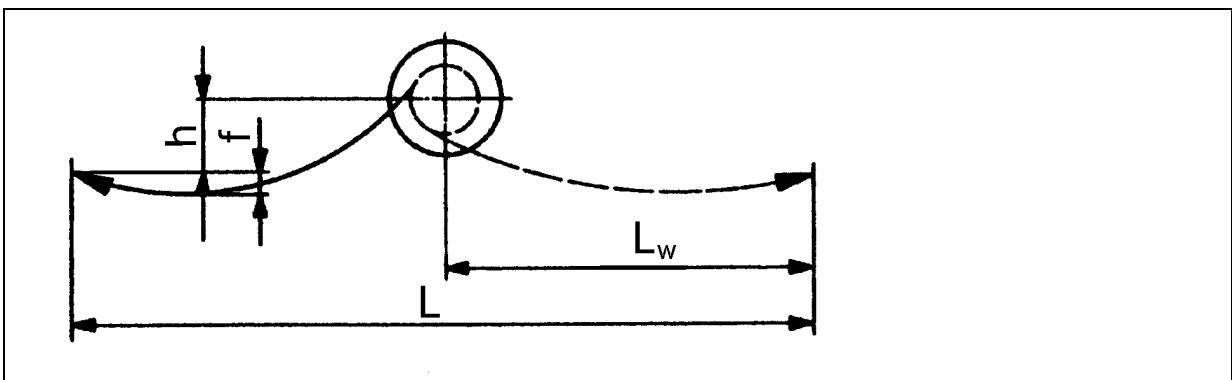

Bild 4: Leitungsabzug frei gespannt
3.3 Leitungsabzug: horizontal frei gespannt (vgl. Bild 4)